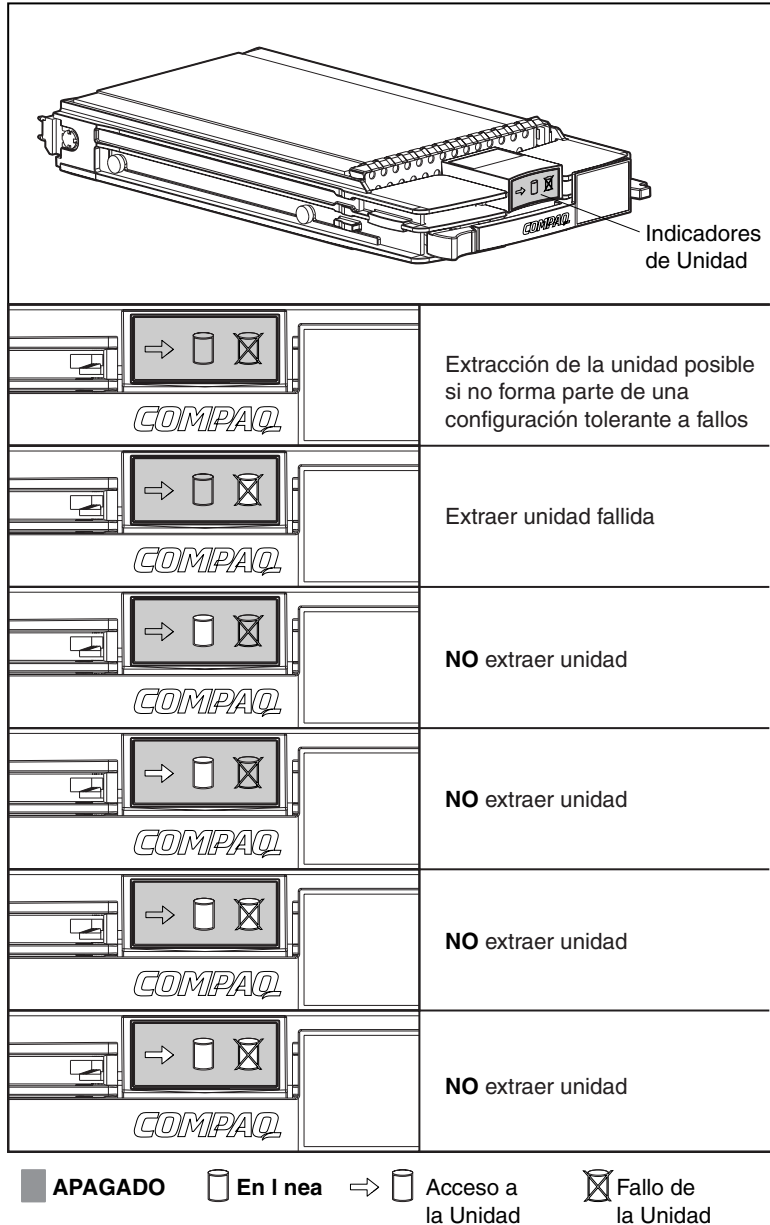

Figura 4-21. Condiciones de sustitución de unidades conectables en caliente
Estos son algunos casos en los que puede reemplazar una unidad en configuraciones RAID 1, 4 ó 5. La Figura 4-21 muestra las condiciones en las que puede quitar o no una unidad en un sistema de tolerancia a fallos.
- **Nunca quite una unidad que está funcionando.** El LED ámbar de Fallo de Unidad del portaunidades indica las unidades que han fallado por el Controlador. Se producirá una pérdida de datos permanente si se quita una unidad en funcionamiento mientras se sustituye otra que ha fallado. Consulte la Figura 4-21.
- **Nunca quite una unidad mientras otra está siendo reconstruida.** Mientras se reconstruye una unidad, el LED En Línea parpadea en verde. Una unidad sustituida se reconstruye a partir de los datos almacenados en las otras unidades. Consulte la Figura 4-21.
- **Si el sistema tiene una unidad de repuesto en línea, espere a que complete la reconstrucción antes de sustituir la unidad fallida.** Cuando falla una unidad, el repuesto en línea se activa y empieza a reconstruirla como una unidad sustituida. Cuando el repuesto en línea ha completado la Recuperación Automática de Datos (el LED En Línea estará encendido continuamente), sustituya la unidad que ha fallado por otra nueva de sustitución. **No** sustituya la unidad que ha fallado por el repuesto en línea. Consulte la Figura 4-21.
Asegúrese de que los indicadores LED En Línea y de Acceso a la Unidad están apagados. Consulte la Figura 4-21.
Los indicadores LED de la bandeja de unidad se encienden de uno en uno y después se apagan todos a la vez, para indicar que el sistema ha reconocido la nueva unidad. En las configuraciones con tolerancia a fallos, permita que se reconstruya la unidad automáticamente con los datos de otras unidades. Mientras el proceso de reconstrucción está en marcha, el LED En Línea parpadea (consulte la Figura 4-21).